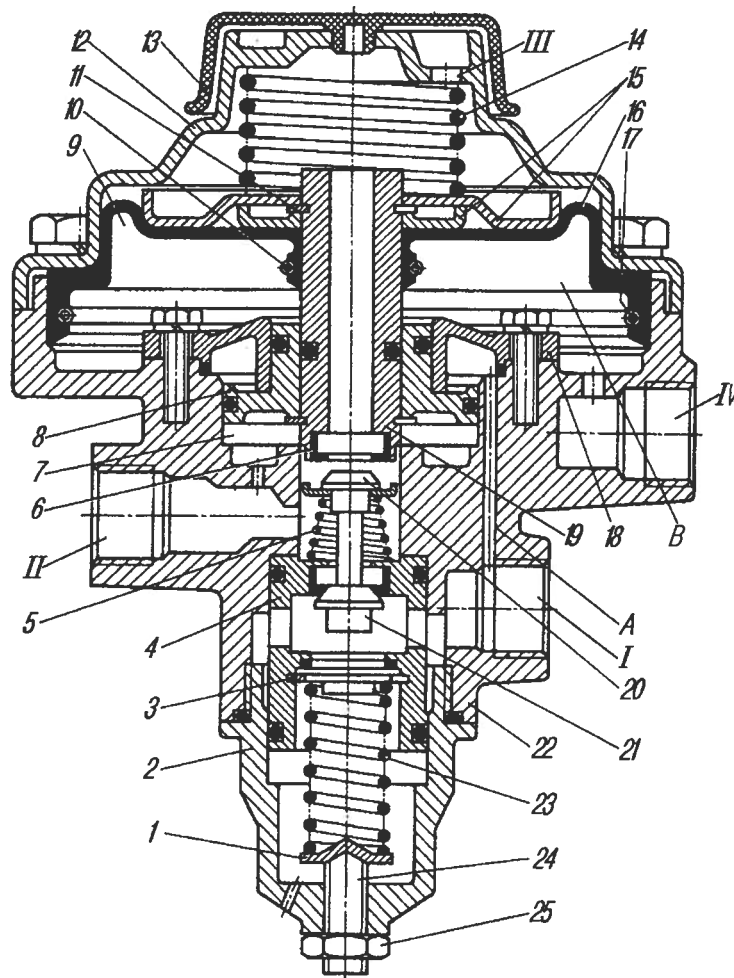

Рис. 71. Клапан управления тормозами прицепа:
**Клапан управления тормозами прицепа**, показанный на рис. 71, предназначен для управления однопроводной системой привода тормозов прицепа, а также для ограничения давления сжатого воздуха, поступающего в пневматическую систему тормозов прицепа до заданного уровня.